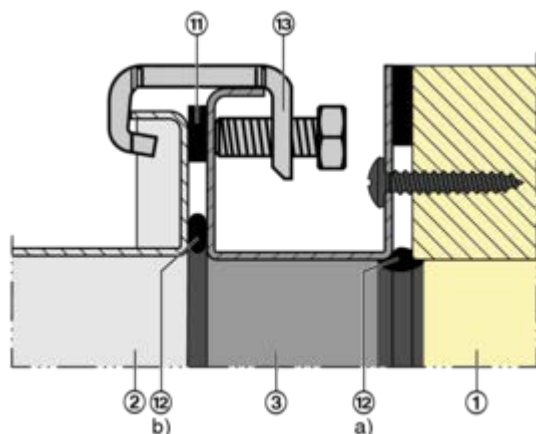

Fig. 57: Dettaglio C, collegamento condotto di evacuazione dei fumi in lamiera d'acciaio, (disegnato senza isolamento)
- 2 Condotto di evacuazione dei fumi in lamiera d'acciaio, collegamento ↪ Fig. 57